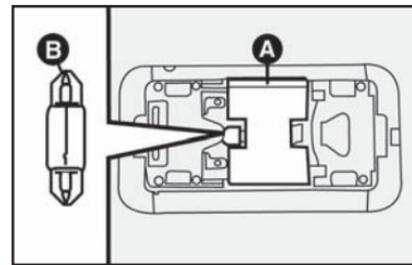

fig. 70
2) retirar o refletor **A-fig. 70** fazendo-o deslizar para trás;